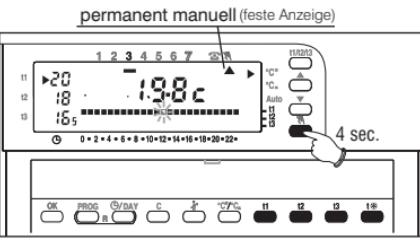

Abb. 35
- Halten Sie die Taste (ca. 4 Sek.) ⚡ Gedrückt, bis die Anzeige, ▲ im **Dauerlicht** ⚡ aufleuchtet. Der aktuelle Temperaturbereich wird auf sämtliche Uhrzeiten angewendet (Abb. 35).